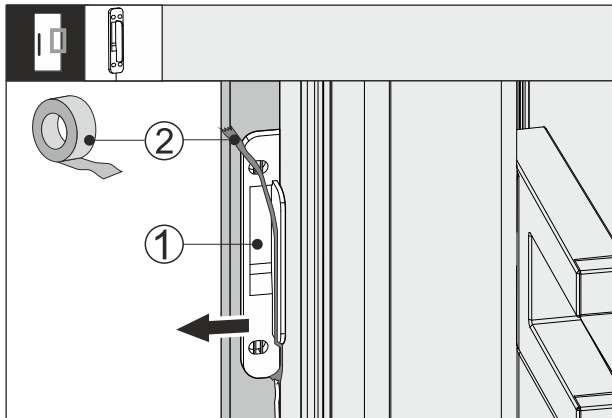

Fig. 64
- Allentare il nastro adesivo Fig. 64 (2) sul sensore di battito in testa Fig. 64 (1).